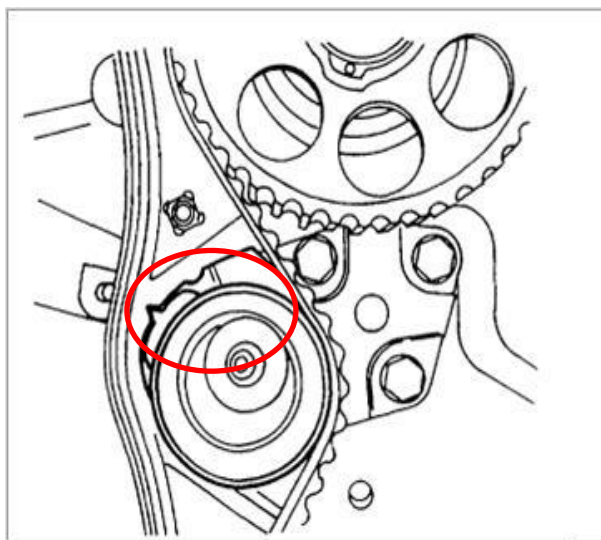

Рис. 9
6. Установите указатель натяжителя вровень с указателем на задней пластине, проворачивая водяную помпу против часовой стрелки с помощью специального приспособления (рис. 9).